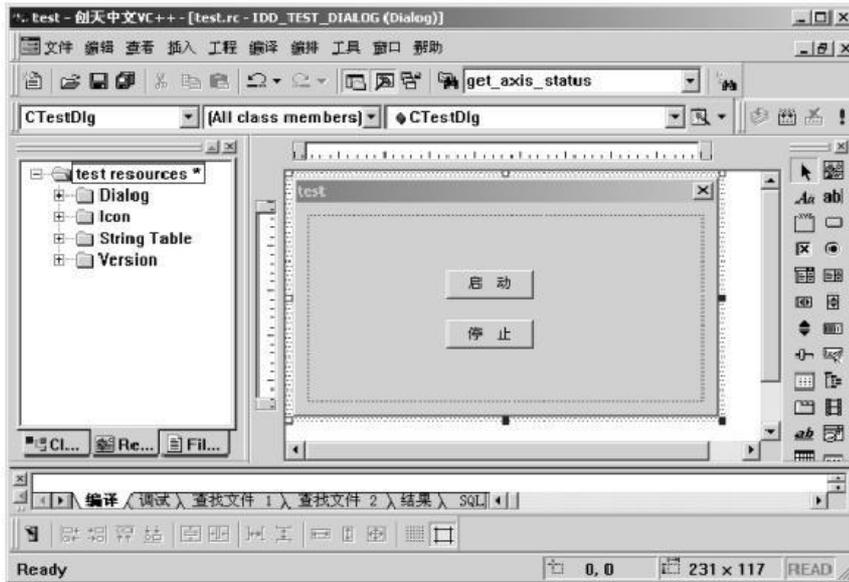

图 7-4 添加控件
7) 修改对话框内容，增加按钮“启动”（命名 IDC_BUTTON_Start）和“停止”（命名为 IDC_BUTTON_Stop），如图 7-4 所示。